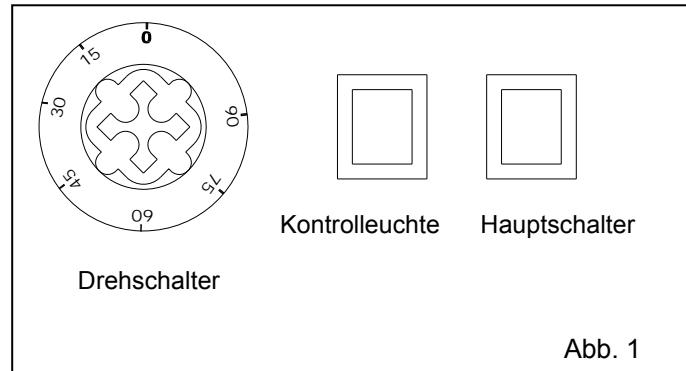

Abb. 1
3.1 Einschalten (Abb.1)
3.2 Ausschalten (Abb.1)